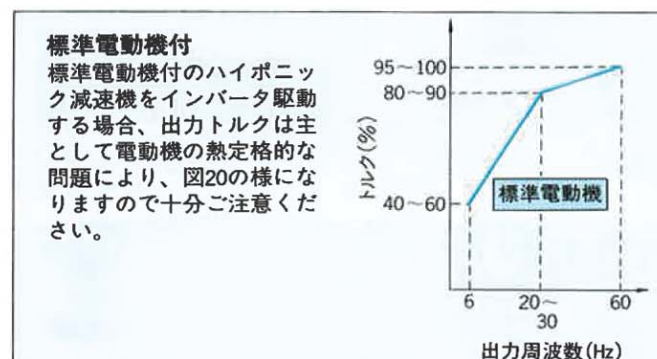

図20 標準電動機をインバータで運転した場合の連続運転特性
- ① インバータの出力周波数の上限は4極電動機付の場合60Hz以下に設定してください。
- ② 標準電動機付の場合、インバータ駆動の際の出力トルクは、主として電動機の熱定格的な問題により図20のようになりますので十分ご注意ください。(図21参照)